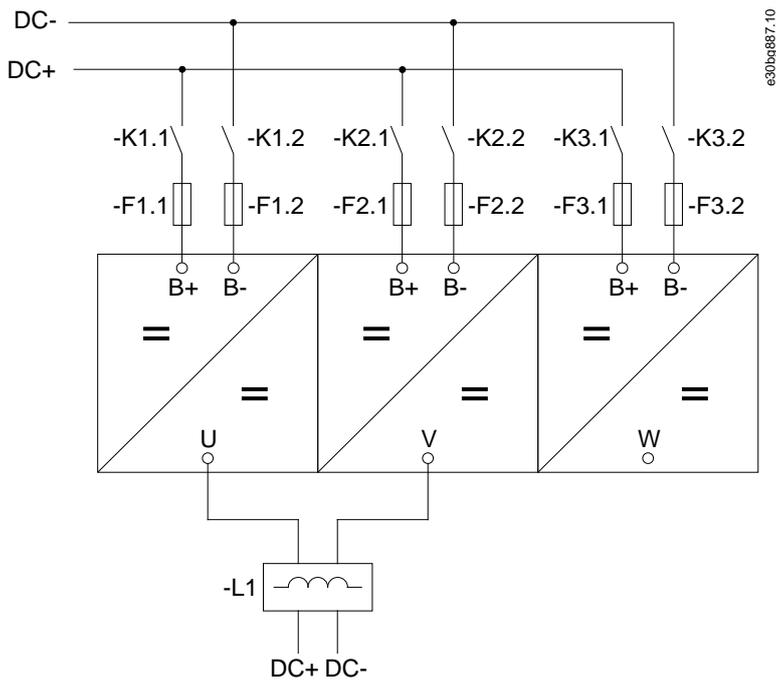

図 24: 筐体サイズ FI13 の基本配線図
- ・ NXP1150~NXP1450、筐体サイズ FI13 は、図 24 をご参照ください。
- ・ NXP0920~NXP1180、筐体サイズ FI13 は、図 24 をご参照ください。